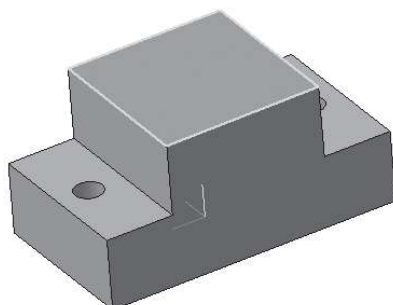

Рис. 12.15
- Щелчком **ЛКМ** выделите верхнюю грань приклеенного параллелепипеда (вы укажите плоскость для дальнейшего построения – **Зеленая**) – рис. 12.15.